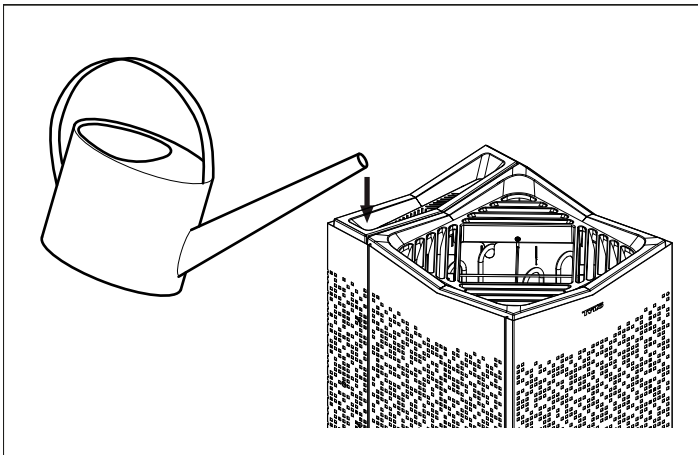

Abbildung 3: Befüllen des Wasserbehälters.
Bevor Sie die Heizung einschalten, füllen Sie den Wasserbehälter vorsichtig mit Leitungswasser, das sie durch das Kräutergitter gießen (Abb. 3).
2. Starten Sie die Dampffunktion (siehe Abschnitt „Verwendung“, Abbildung 3) und lassen Sie sie laufen, bis das Wasser kocht.